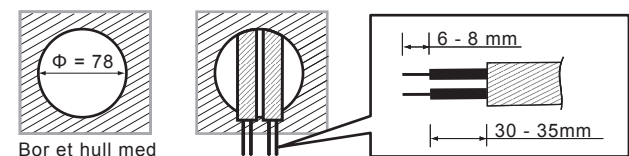

FIG. 9
3.4.2.1 For å installere detektoren, må du bore et hull med en diameter på 78 mm i takbordet og holde strømledningen på utsiden. Vennligst trekk av 6-8 mm av kabelmantlingen for å opprette kabeltrekket (se FIG. 9).